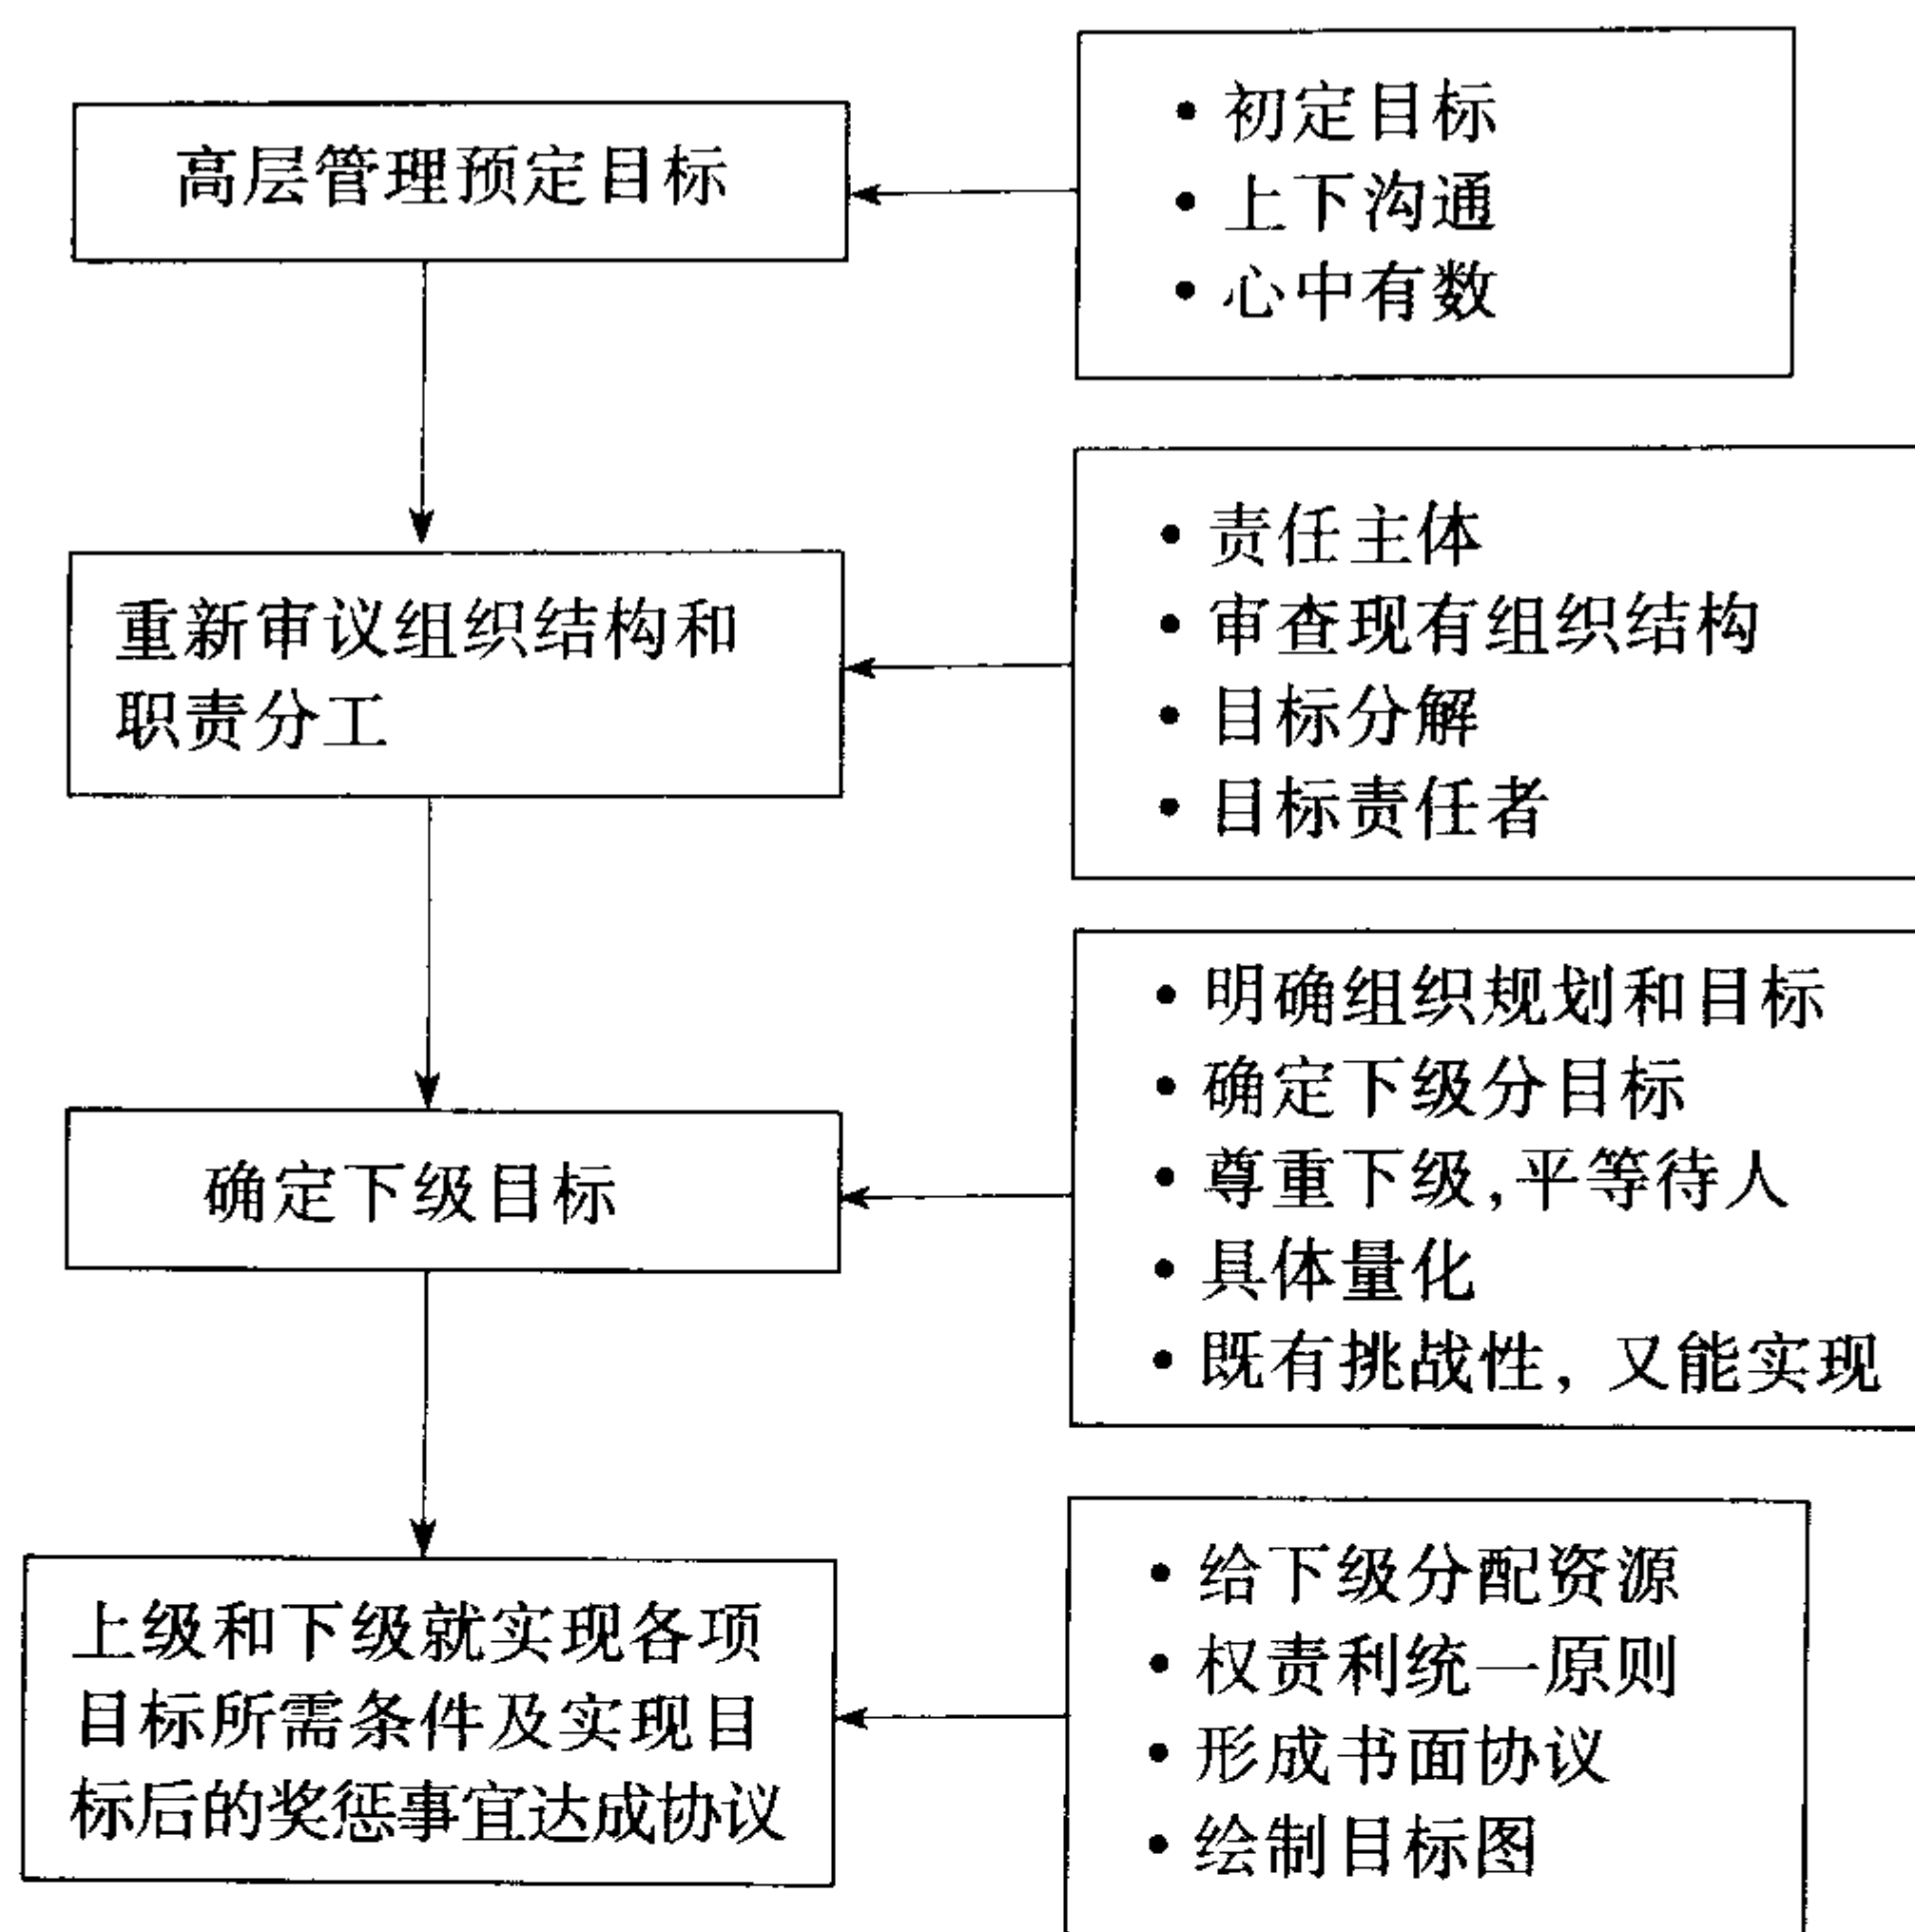

图 2-11
(2) 目标管理的基本程序。目标管理的具体做法分三个阶段：第一阶段为目标设置，第二阶段为实现目标过程的管理，第三阶段为测定与评价所取得的成果。
①目标设置。目标设置是目标管理的重要阶段，目标设置如图 2-11 所示。
②实现目标过程的管理。目标过程管理重视结果，强调自主管理，但并不等于领导放手不管，相反由于形成目标体系后，一旦出现问题，会影响全局，因此领导在目标实施过程中管理是不可缺少的。首先要进行定期检查，利用双方经常接触的机会和信息反馈渠道进行沟通；其次要向下级通报进度，便于互相协调；再次要帮助下级解决工作中出现的困难问题，出现意外、不可测事件严重影响组织目标实现时，也可以通过一定的手续，修改原定的目标。
③总结的评估。达到预定期限后，下级首先进行自我评估，提交书面报告；然后上下级一起考核目标完成情况，决定奖惩；同时讨论下一阶段目标，开始新的循环。如果目标没有完成，应分析原因总结教训，切忌相互指责，以保持相互信任的气氛。